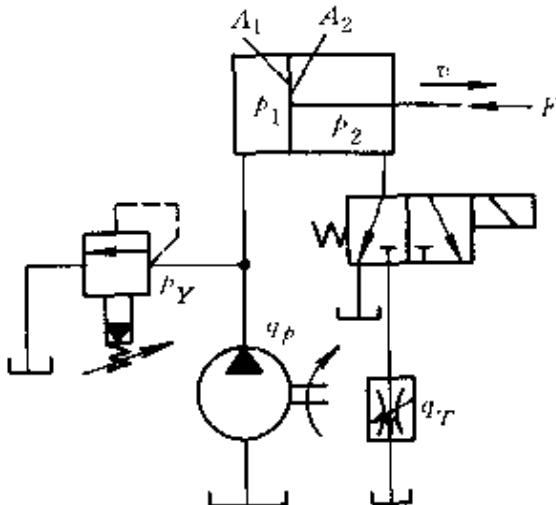

图 7-42 出口节流调速回路
**例 8** 在图 7-42 中, 已知  $A_1 = 20 \text{cm}^2$ ,  $A_2 = 10 \text{cm}^2$ ,  $F = 5 \text{kN}$ ,  $q_p = 16 \text{L/min}$ ,  $q_T = 0.5 \text{L/min}$ ,  $p_y = 5 \text{MPa}$ , 若不计管路损失, 问电磁铁断电,  $p_1 = ?$ ,  $p_2 = ?$ ,  $v = ?$  电磁铁通电,  $p_1 = ?$ ,  $p_2 = ?$ ,  $v = ?$